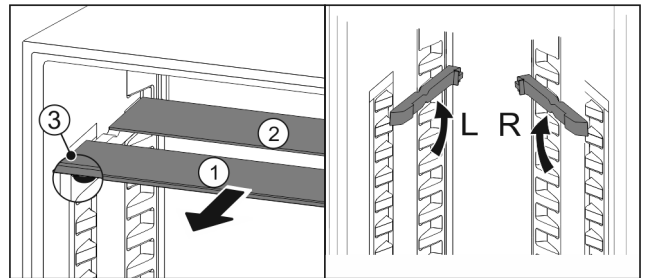

Fig. 24
- Vytiahnite sklené dosky jednotlivo dopredu Fig. 24 (1).
- ▷ Sklená doska Fig. 24 (1) s ozdobnou lištou leží vpredu.
- ▷ Zarážky Fig. 24 (3) ukazujú nadol.